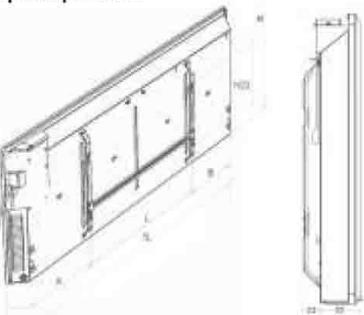

Рис. 1
Габаритные и установочные размеры конвектора серии TEC.PF2 EL согласно рис. 1 приведены в таблице 2
Габаритные и установочные размеры конвектора серии TEC.PS1 EL согласно рис. 1 приведены в таблице 3
3. В соответствие с рис. 1, 4 и таблицей 2,3 (в зависимости от моделей) определите место установки конвектора с соблюдением минимальных расстояний от предметов и минимального расстояния от пола.